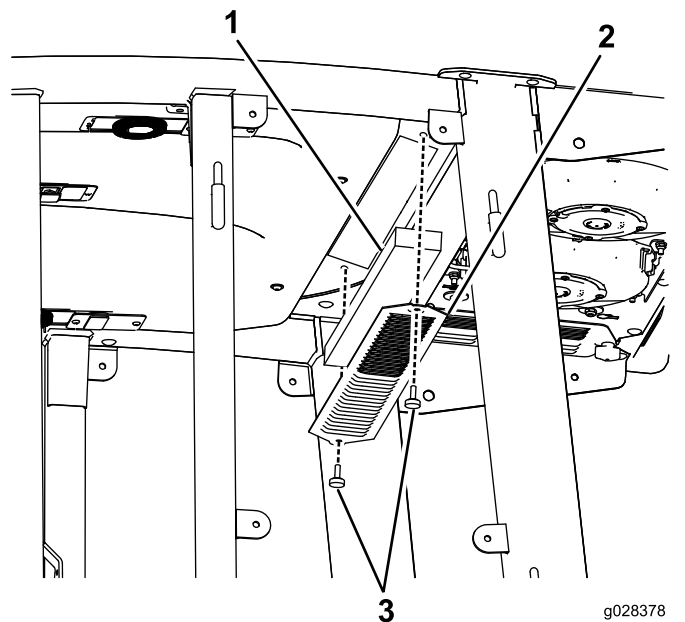
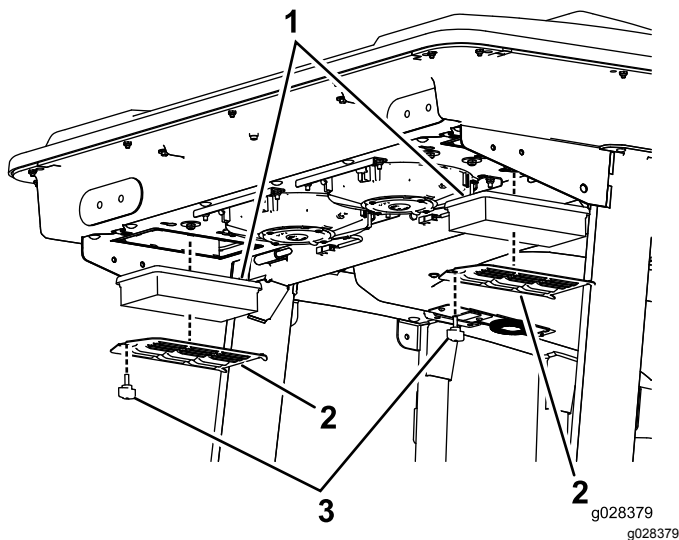
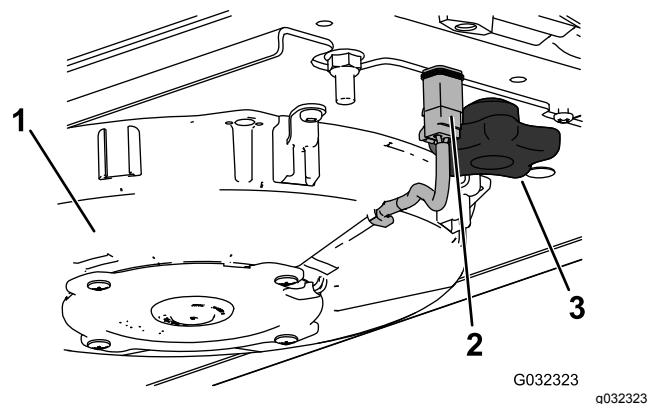
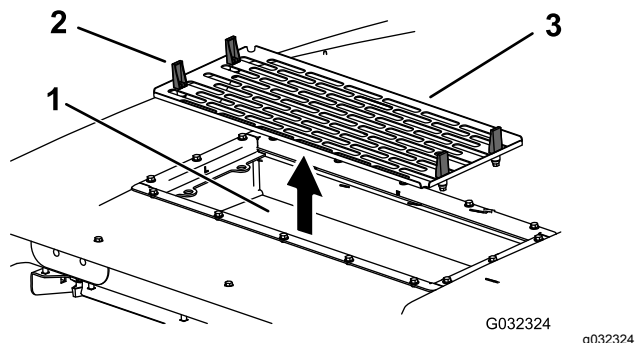

Figura 117
Figura 118
Figura 119
Figura 120
1. Remova os parafusos e as grelhas dos filtros de ar interior e traseiro da cabina (Figura 117 e Figura 118).
5. Retire os filtros de ar (Figura 118).
7. Instale os filtros de ar, painel e conjunto da ventoinha (Figura 118, Figura 119 e Figura 120).
8. Ligue o fio de cada uma das ventoinhas (Figura 119).